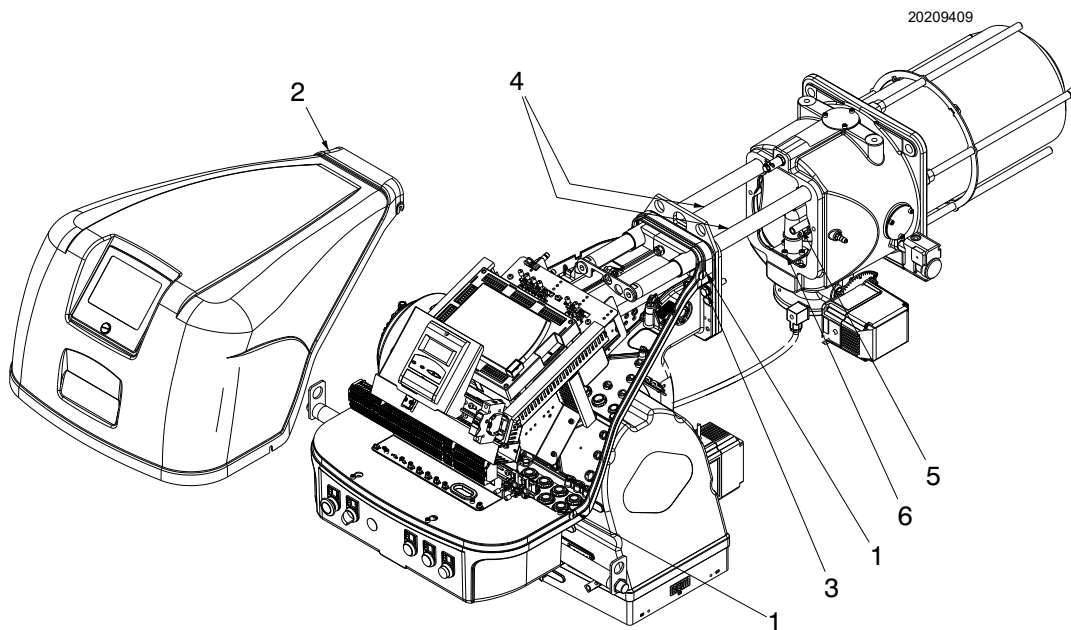

Abb. 41
- Die 4 Schrauben 1)(Abb. 41) lockern, dann die Verkleidung 2) abnehmen.
- Fügen Sie die Schrauben 3)(Abb. 41) wieder ein und ziehen Sie die Fühler- und Elektrodenkabel dann vorsichtig nach außen, bis sie leicht gespannt sind.